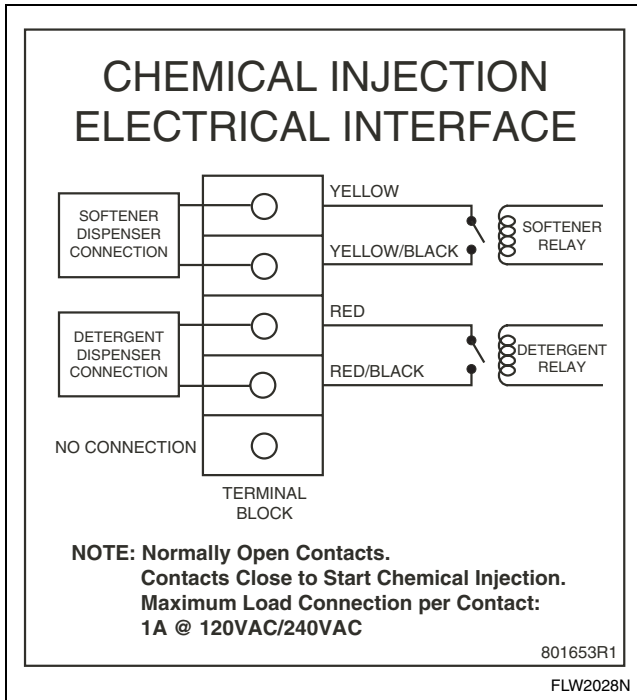

Figure 12
4. Consulte las instrucciones del sistema de inyección de suministro y la etiqueta al interior de la tapa de la caja de empalmes de la lavadora (*Figure 12*) para realizar la conexión eléctrica.
Una caja de empalmes en el panel trasero alberga una tira terminal que provee señales de salida del suministro para bombas de inyección de suministro. Consulte a *Figure 12* la etiqueta de interconexión de la inyección.